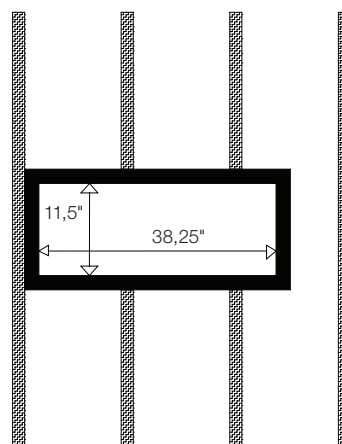

Figure 16
3. Utilisez des tasseaux de 51 mm (2") x 152 mm (6") pour créer un cadre aux dimensions intérieures de 971,6 mm x 292,1 mm (38,25" x 11,5") (Figure 16). Fixez-le aux montants existants avec des clous ou des vis à bois.